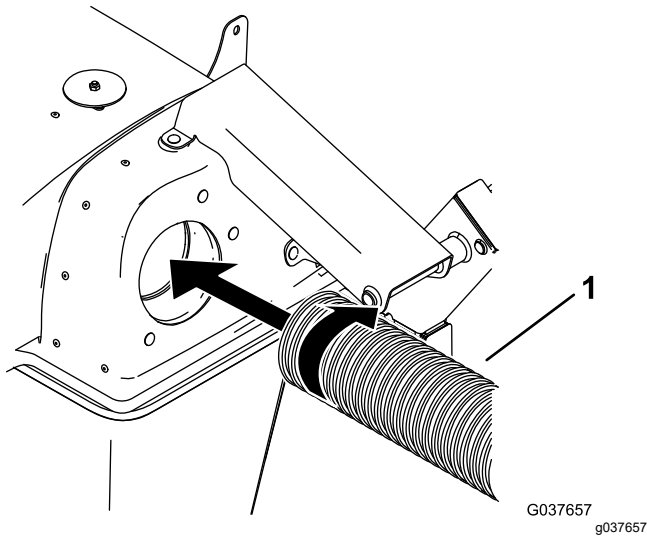

図 19
1. ホースの一端部を、2-3 回転フードにねじ込む 図 19。